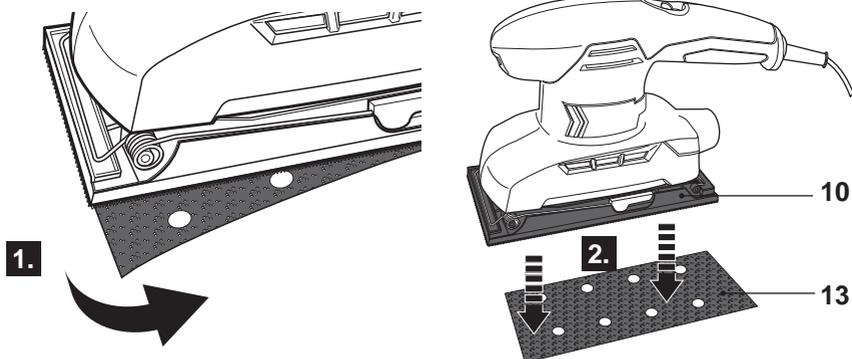

Fig. 2
- > Prenez le papier à poncer [13] par un coin et tirez dessus pour le retirer du plateau de ponçage [10] (Fig. 2).